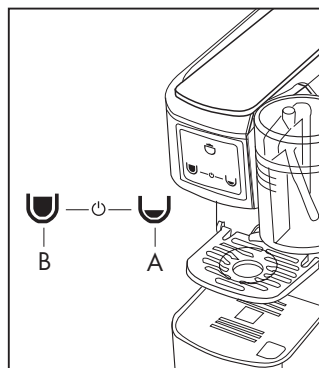

Fig. 4
- Allumer la machine en appuyant sur le symbole (A) ou (B), ou simultanément sur les deux symboles (A et B) (**Fig.4**).
- Les touches placées sur le panneau de commandes commenceront à clignoter ; quand elles s'allument en mode fixe la machine est prête pour l'utilisation (**Fig.4**).
- S'assurer de l'absence de capsules à l'intérieur de la machine et de la présence d'eau dans le réservoir (8) ; allumer la machine en appuyant sur le symbole (A) ou (B), ou simultanément sur les deux symboles (A et B) (**Fig.4**).